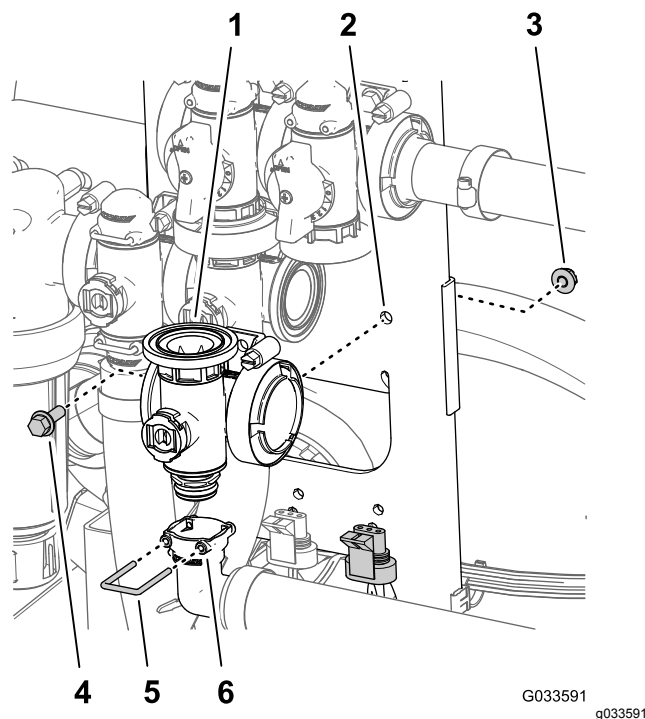

Figura 103
2. Retire o retentor que fixa a união de saída de 90° ao coletor da válvula da rampa principal (Figura 103).
3. Retire o parafuso de cabeça flangeada (1/4 pol. x 3/4 pol.) e porca flangeada (1/4 pol.) que prendem a válvula da rampa principal à montagem da válvula e retire o coletor da válvula da máquina (Figura 103).